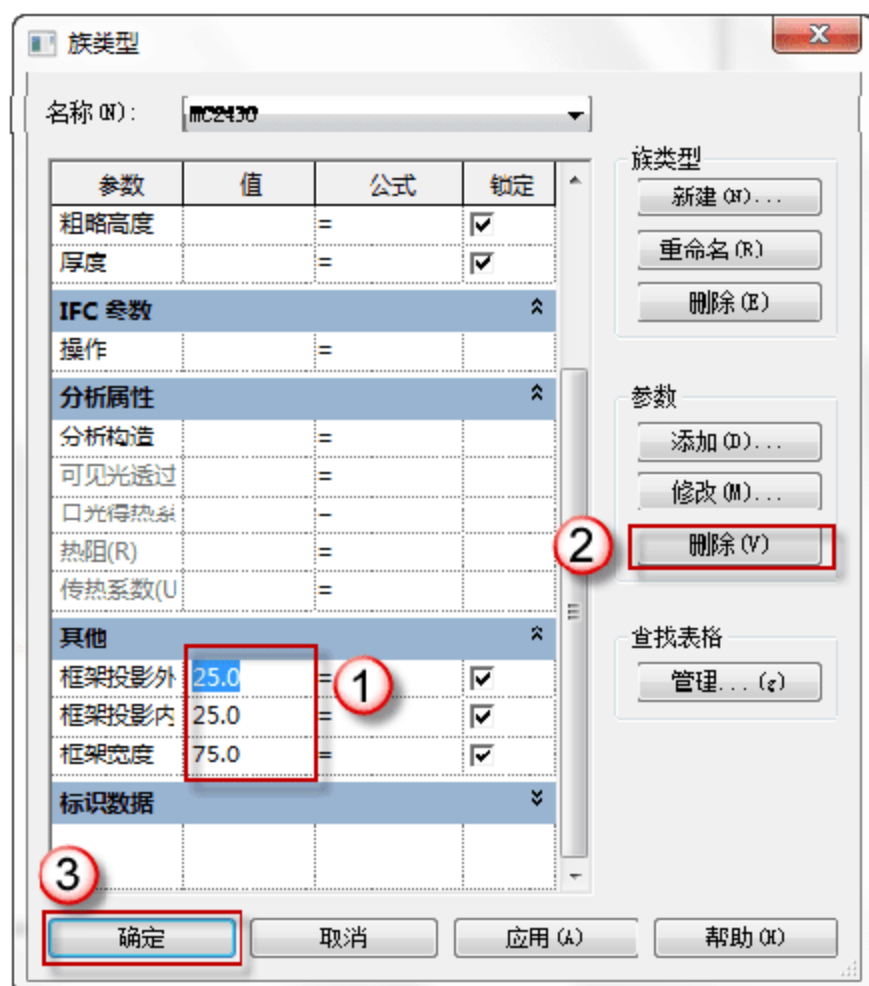

图 6.3.44 删除多余参数
(5) 删除多余参数。继续在“族类型”对话框中,单击“其他”栏的“框架投影外部”参数,再单击对话框右侧“参数”下的“删除”按钮,在弹出的对话框中单击“是”按钮。重复上述步骤,将“框架投影内部”和“框架宽度”两个无效参数删除。最后单击“确定”按钮,结束“族类型”编辑,如图 6.3.44 所示。